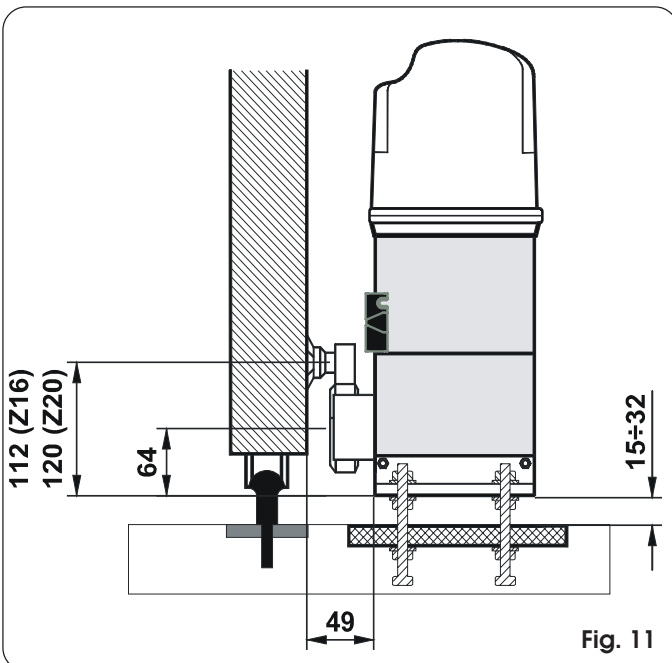

Fig. 11
- 4) Regule la altura de las patas y la distancia hasta la cancela, tomando como referencia la Fig. 11.